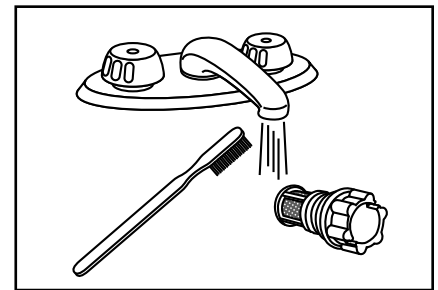

Figure 18 Nettoyage de filtre avec une brosse.
10. **Nettoyez le filtre.** À l'aide d'une petite brosse, nettoyez le filtre à eau de tous les débris qui pourraient s'être accumulés. Voir Figure 18. Une fois le filtre nettoyé, réinstallez-le.